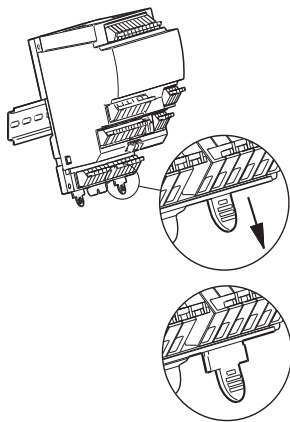

图 9 导轨锁定件
5. 将两个锁定件从导轨上拉下，见图 9。现在可以从导轨上取下模块。